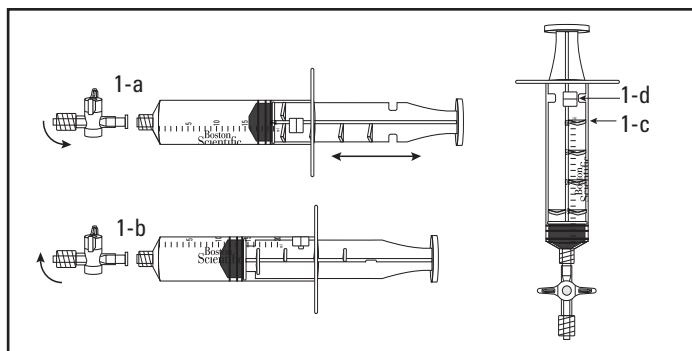

Figure 1.
1. Inspecter le robinet (figure 1-a). Le robinet dispose de deux raccords Luer permettant de raccorder l'aiguille et la seringue. L'échange d'air se produit lorsque le robinet est en position ouverte. Le robinet est ouvert lorsqu'il est parallèle à la seringue ; il est fermé lorsqu'il est perpendiculaire à la seringue (comme illustré).
2. Examiner la seringue (figure 1). Le corps de la seringue présente une goupille d'arrêt (figure 1-d) et le piston de la seringue dispose de quatre nervures de verrouillage (figure 1-c). Le piston de la seringue peut être manœuvré dans le corps de la seringue afin de la verrouiller et de la déverrouiller. Pour verrouiller la seringue, tirer sur le piston jusqu'à ce qu'il soit aligné avec le volume de ponction désiré (figure 1-a). Tourner le piston dans le sens des aiguilles d'une montre de manière à ce que la goupille d'arrêt s'engage dans les nervures de verrouillage du piston (figure 1-b). Tourner le piston dans le sens inverse des aiguilles d'une montre pour le libérer.